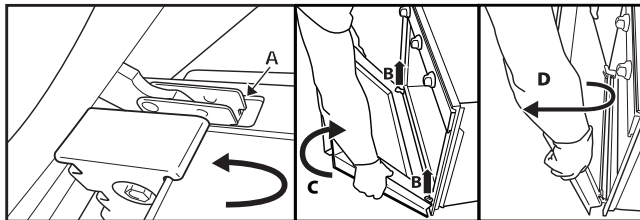

Fig. 2
3. Luk døren så meget som muligt (A), løft den (B) og drej den (C), til den frigøres (D) (fig. 2).